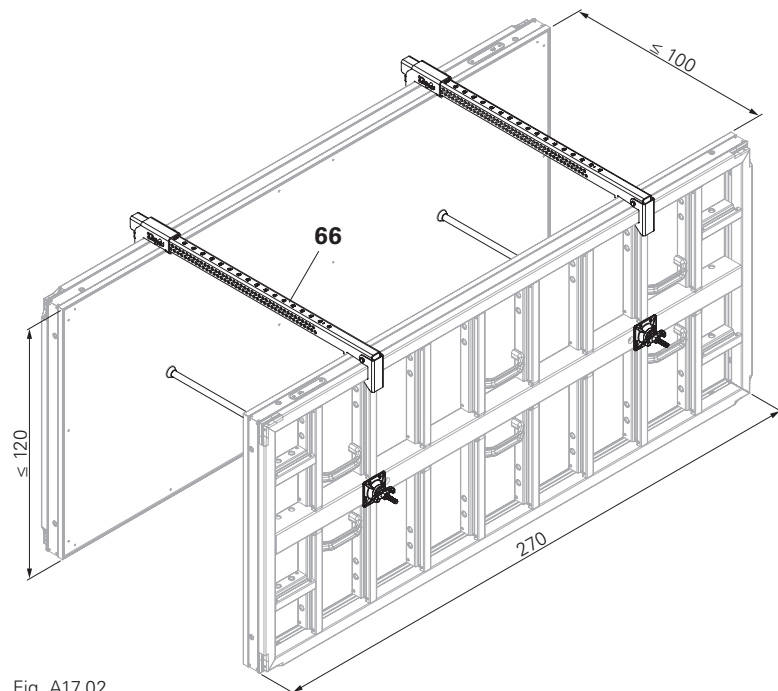

Fig. A17.02
- Wall thickness ≤ 100 cm: MX 15-100 (Fig. A17.02)